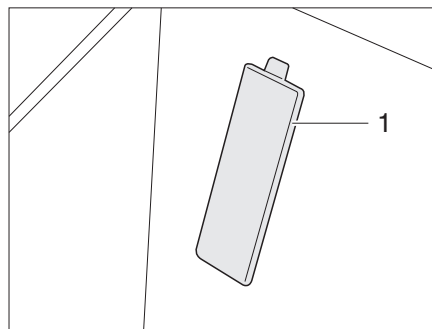

Fig. 305 Tapa del número de chasis (vehículo básico Fiat)
- ▷ En los vehículos con base de Fiat, el número de chasis se encuentra debajo de una tapa (Fig. 305,1) en la entrada del lado del acompañante.